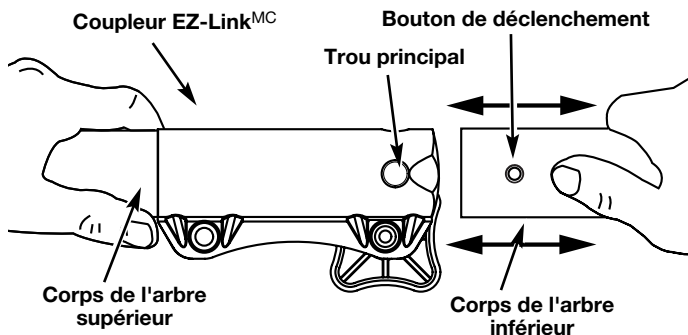

Fig. 10
3. Tenez fermement le corps de l'arbre supérieur et retirez l'accessoire de coupe ou autre du coupleur EZ-Link^{MC} (Fig. 10).
2. Tenez fermement l'accessoire et enfoncez-le tout droit dans le coupleur EZ-Link^{MC} (Fig. 10).